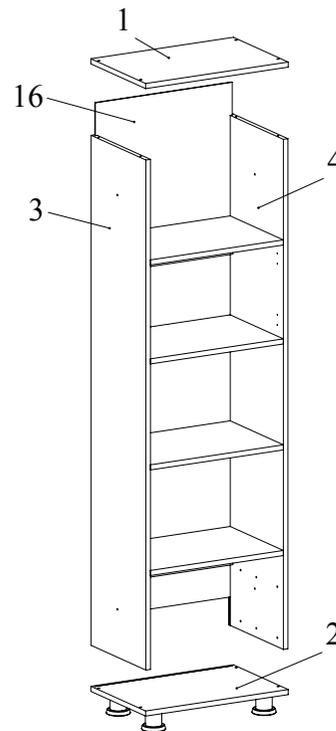

Рис.7
- Соединить конфирматами 7х50 полки 6 и царги 5. Установить боковину 4 на полки 6, 7 и царги 5 и зафиксировать, повернув конфирматным ключом головки минификсов по часовой стрелке до упора (Рис. 7).